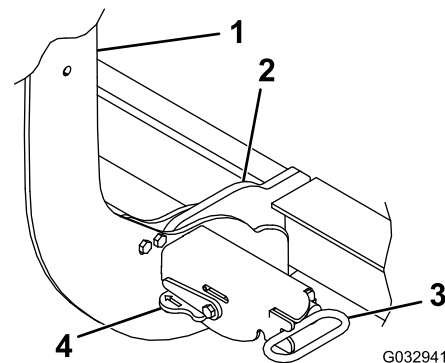

Bild 37
- 4. Stellen Sie die Hebel der Federstifte in die ENTSPERR-Stellung (Bild 37).